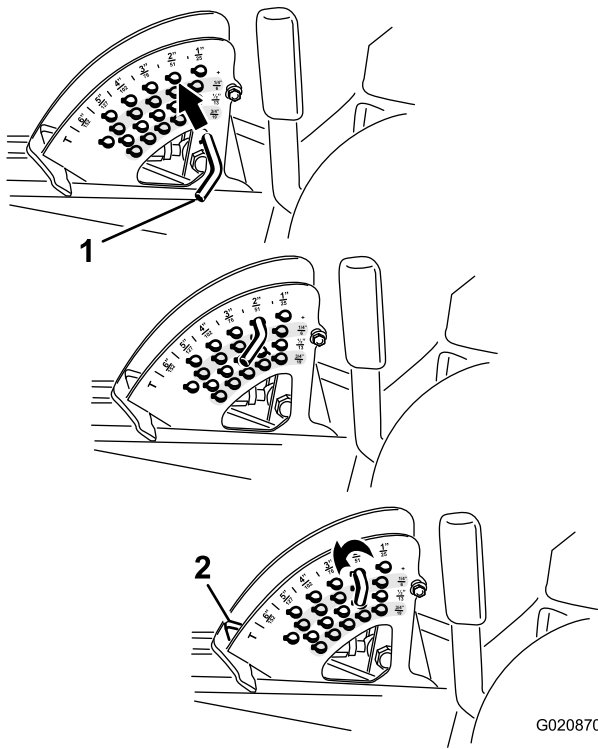

Bild 27
2. Drehen Sie den Anschlagstift so lange, bis der Rollstift innen mit den Schlitzen in den Löchern in der Schnitthöhenhalterung ausgefluchtet ist. Nehmen Sie ihn dann ab (Bild 27).
3. Wählen Sie ein Loch in der Schnitthöhenhalterung, das der gewünschten Schnitthöhe entspricht, stecken Sie den Stift ein und drehen Sie ihn nach unten, um ihn zu arretieren (Bild 27).
**Hinweis:** Es gibt vier Reihen der Lochpositionen (Bild 27). Die oberste Reihe ergibt die Schnitthöhe, die über dem Stift steht. Die zweite Reihe ergibt die Schnitthöhe plus 6 mm. Die dritte Reihe ergibt die Schnitthöhe plus 12 mm. Die unterste Reihe ergibt die Schnitthöhe plus 18 mm. Für die Stellung von 15,8 cm gibt es nur ein Loch, das in der zweiten Reihe ist. Mit diesem Loch werden nicht 6 mm den 15,2 cm hinzugefügt.